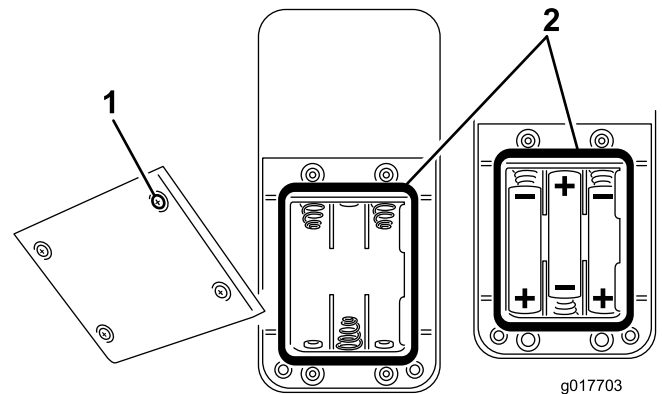

Bild 32
- Legen Sie drei neue AAA-Batterien ein, wenn Sie Batterien in ein leeres Batteriefach einsetzen. Achten Sie auf die Ausrichtung der Batterien, wie in Bild 32 dargestellt.
- Wenn Sie alte Batterien auswechseln, entfernen Sie die alten Batterien und legen drei neue AAA-Batterien ein. Achten Sie auf die Ausrichtung der Batterien, wie in Bild 32 dargestellt.